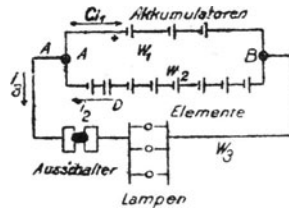

Fig. 27.
97. Jemand wünscht sich eine kleine Beleuchtungsanlage einzurichten. Er schafft zu diesem Zweck 3 [4] (5) Akkumulatoren von je 2 [1,95] (1,98) V elektromotorischer Kraft und 0,033 [0,008] (0,009)  $\Omega$  innerem Widerstande an. Parallel zu den Akkumulatoren werden zum Laden derselben 8 [11] (14) Meidinger Elemente von je 9 [10] (8)  $\Omega$  innerem Widerstand und 1 [1] (1) V elektromotorischer Kraft geschaltet. An die gemeinschaftlichen Klemmen A und B (Fig. 27) werden Glühlampen, deren Kombinationswiderstand 4 [7,5] (10)  $\Omega$  beträgt, angeschlossen.